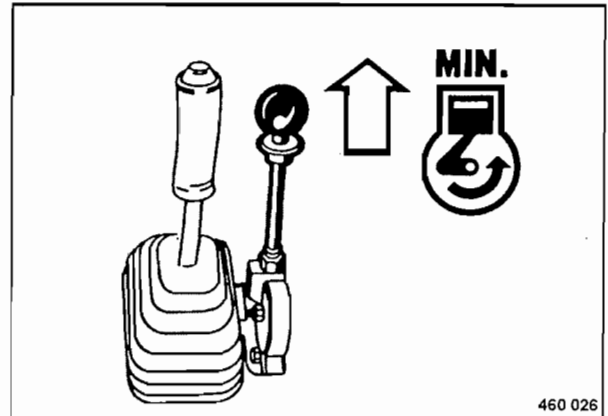

Fig. 46
- Tirar el disco de trinquete y colocar la palanca reguladora de revoluciones (Fig. 46) atrás en posición "MIN".